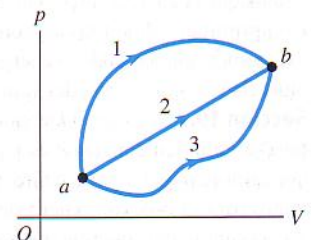

Figura 19.22 Ejercicio 19.14.
**19.14** Un sistema se lleva del estado  $a$  al estado  $b$  siguiendo las tres trayectorias que se muestran en la figura 19.22. a) ¿Por cuál trayectoria es mayor el trabajo efectuado por el sistema? ¿Y menor? b) Si  $U_b > U_a$ , ¿por cuál trayectoria es mayor el valor absoluto  $|Q|$  de la transferencia de calor? En esa trayectoria, ¿el sistema absorbe o desprende calor?